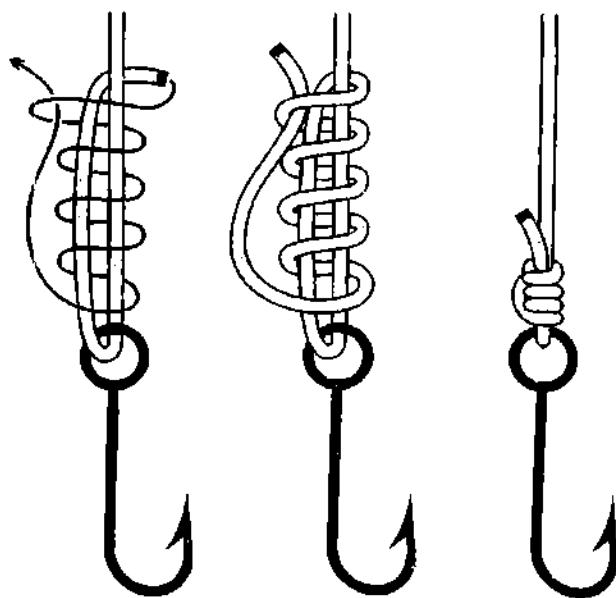

Рис. 716. Акулий узел.
**Акулий узел** – это **спиннинговый узел**, у которого ходовой конец пропускается не под шлаги над ушком, а под самый верхний шлаг со стороны основной лески (рис. 716). **Акулий узел** отличается большой надёжностью и по крепости равен **спиннинговому и ушковому узлам**. Он отлично держит на монолесках.